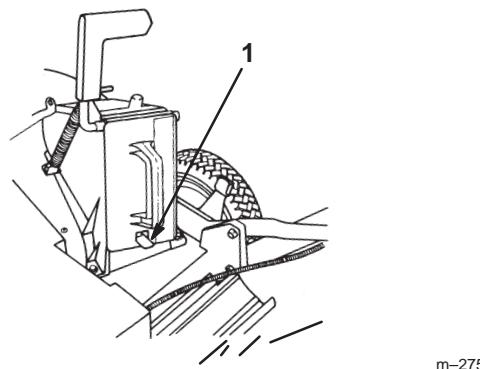

Figure 5
- Engagez l'obturateur à fond jusqu'à ce que le loquet à ressort du bas de l'obturateur s'enclenche, maintenant fermement ce dernier dans le conduit de l'éjecteur (Fig. 5).